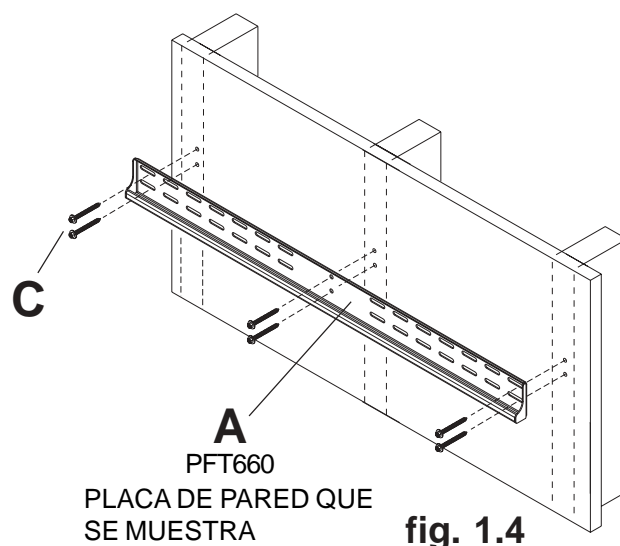

fig. 1.4
1 La placa de pared (A) se puede instalar en tres montantes que tengan una separación de 16". Utilice un localizador de montantes para localizar los bordes de los montantes. Se recomienda utilizar un localizador de montantes de "borde a borde". Tomando los bordes como punto de referencia, trace una línea vertical por el centro de cada montante. Coloque la placa de pared contra la pared para utilizarla como plantilla. Las ranuras superiores de montaje deben estar ubicadas encima del punto donde quiere que quede el centro de la pantalla, como se muestra en la figura 1.3. **Nota:** La ubicación de la placa de pared dependerá de la inclinación de la pantalla. Nivele la placa y marque el centro de los seis agujeros de montaje. Asegúrese de que los agujeros de montaje estén sobre las líneas que trazó por el centro de los montantes. Taladre seis agujeros de 5/32" (4 mm) de diámetro y 2-1/2" (65 mm) de profundidad. Asegúrese de que la placa esté nivelada, fjela utilizando seis tornillos para madera de 14 x 2.5" (C), como se muestra en la ilustración 1.4.